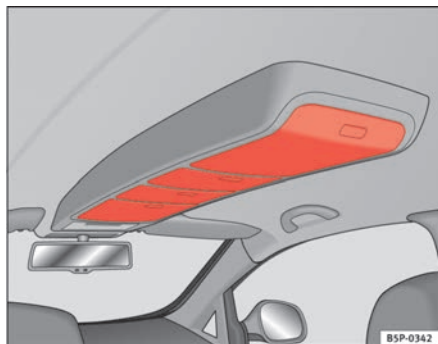

Fig. 104 Portaobjetos en el techo
- Para abrir estos compartimentos, presione sobre el pulsador de la tapa ⇒ fig. 104. La tapa se abre automáticamente.